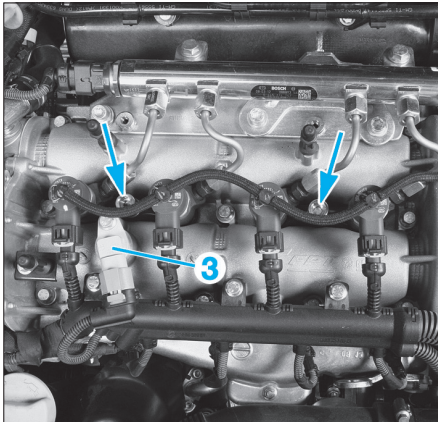

Fig. 44
- Déposer du carter d'arbres à cames les goujons de fixation (flèches) des brides d'injecteurs (Fig.44).